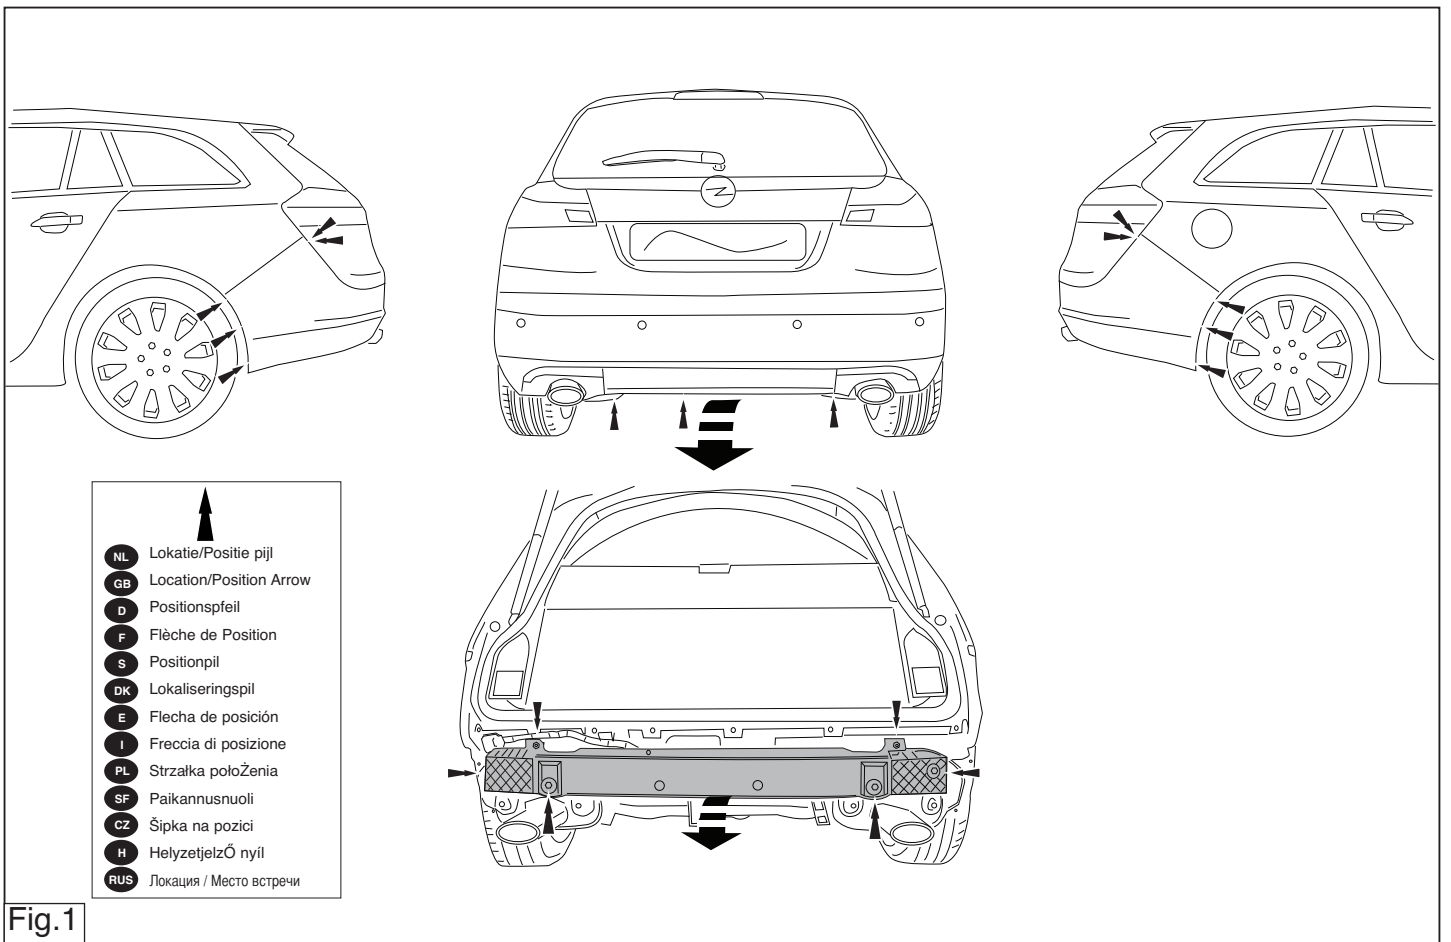

Fig.1
2. Remove the bumper and the steel buffer beam from the vehicle. The buffer beam will no longer be needed. See figure 1.
2. Die Stoßstange einschließlich des stählernen Stoßbalkens vom Fahrzeug abmontieren. Der Stoßbalken wird nicht mehr benötigt. Siehe Abbildung 1.